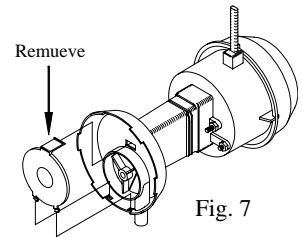

Fig. 7
- **Limpiar la bomba.** Es necesario limpiar la bomba una vez al principio de cada año. Por su propia seguridad, apague la unidad y desconecte el motor y la bomba. Quite la bomba de su montura. Quite la base de la bomba (véase fig. 7). Limpie la bomba. Dé le vuelta a la hélice para verificar que se mueve libremente. Quite el pico de la bomba y vea si está obstruido. Vuelva a colocar la base de la bomba. Coloque la bomba en la unidad y fíjela en su montura. Esto impedirá que se caiga la bomba al agua, lo que dañaría el motor. No se olvide de volver a conectar el tubo de agua a la bomba. La bomba contiene un depósito protector en caso de sobrecalentamiento (se apagará automáticamente).